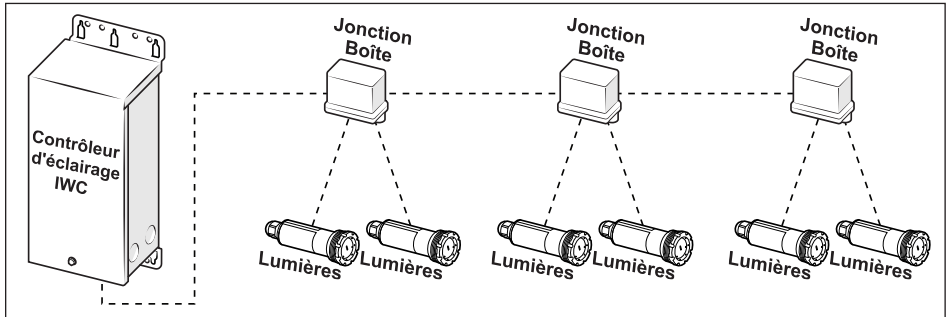

Figure 3. Ne pas connecter les boîtes de jonction en série
- Les boîtes de jonction ne doivent pas être connectées en série. Cela créera une charge électrique importante à l'extrémité du réseau de distribution électrique et entraînera des pertes de communication. Connectez plutôt le câble directement à la source d'alimentation. (Voir la figure 3)
5. Alimenter 120 V c.a. par le conduit et le connecteur de conduit sur le contrôleur de lumières, voir Figure 3.